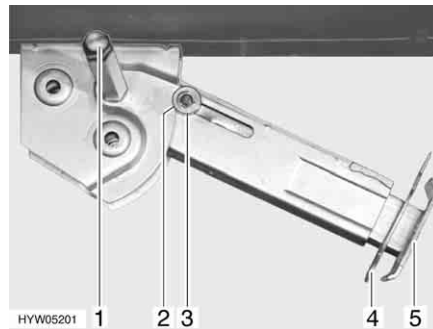

Bild 33 Stödben
- Placera hylsnyckeln på sexkanten (Bild 33,1) och vrid runt den tills stödbenet står rakt neråt.
- Drag ut sprinten (Bild 33,4) ur stödbensförlängningen (Bild 33,5).
- Placera hylsnyckeln på sexkanten (Bild 33,1) och vrid runt den tills stödbenet inte längre sitter mot marken.
- Skjut in stödbensförlängningen (Bild 33,5) helt och sätt in sprinten (Bild 33,4) i borrhålet på stödbensförlängningen.
- Vrid på sexkanten (Bild 33,1) med hylsnyckeln tills stödbenet har svängts upp och styrbrickan (Bild 33,3) befinner sig längst upp i skåran (Bild 33,2).